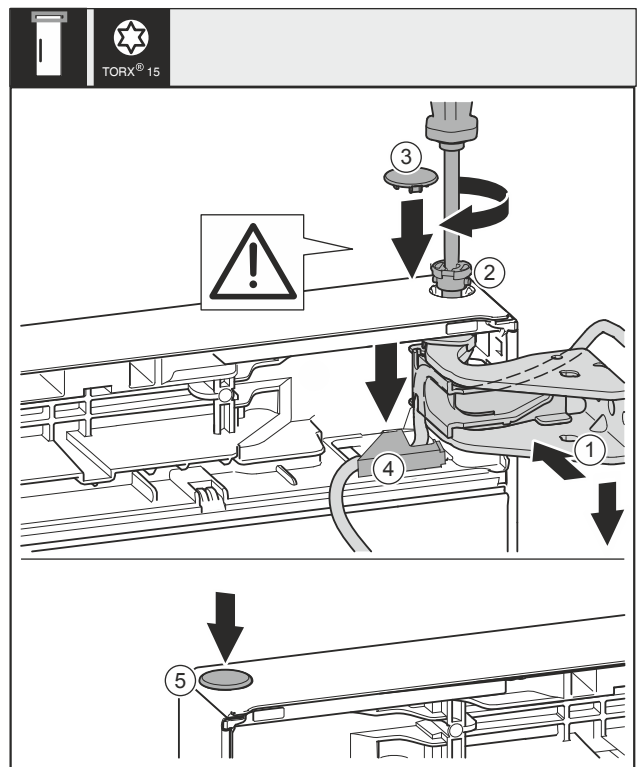

Fig. 44
- Suuntaa oven yläosa laakerijalustassa Fig. 44 (1) olevaan aukkoon.
- Aseta pultit Fig. 44 (2) ja kierrä kiinni ruuvimeisselillä.
- Oven varmistavan suojakannen asennus: Aseta suojakansi Fig. 44 (3) ja tarkasta, että se on oven päällä. Aseta pultit muuten kokonaan sisään.
- Aseta suojus Fig. 44 (4) paikalleen ja paina alaspäin, kunnes se lukittuu.
- Aseta tulppa Fig. 44 (5).